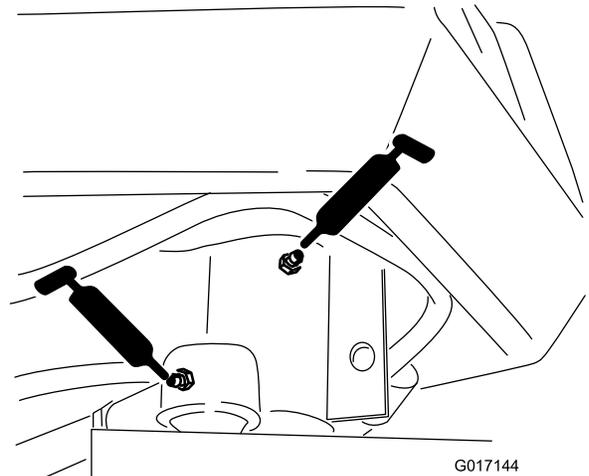

Figure 29
- Axe de fourche de direction (1) (Figure 29)
- Extrémité de tige de vérin de direction (Figure 29)